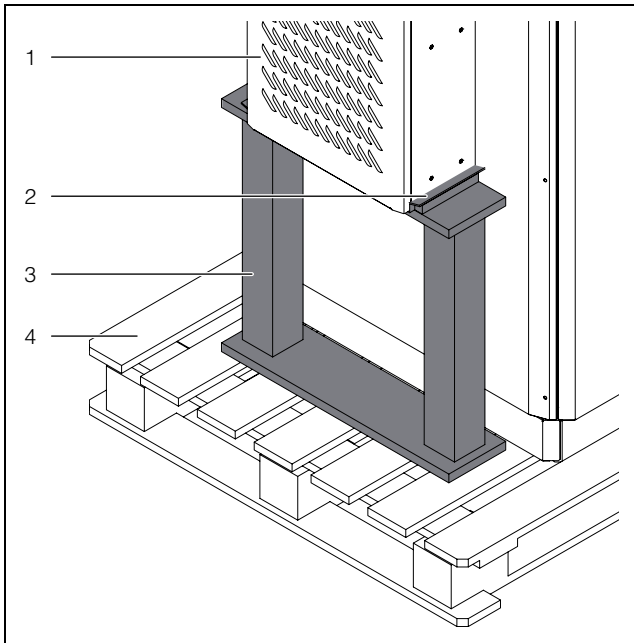
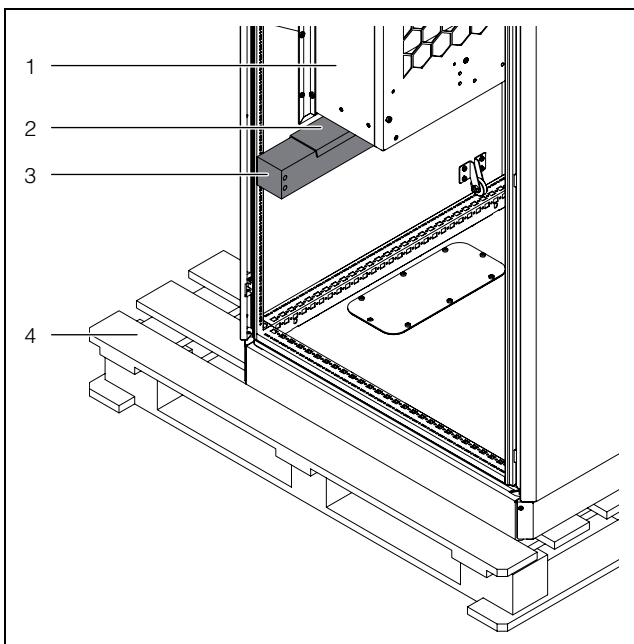

Bild 4: Transportsäkringar utvändigt
Bild 5: Transportsäkringar invändigt
- Använd transportskydd vid transport av aggregat som redan är monterade på apparatskåpet (t.ex. en konstruktion av tråkilar eller brädor – bild 4 och bild 5). Dessa skydd stöttar kylaggregatet och förhindrar på så sätt att aggregatet faller vid stötar. För att förhindra lackskador bör t.ex. en bubbelfolie läggas mellan kanträna och kylaggregatet.